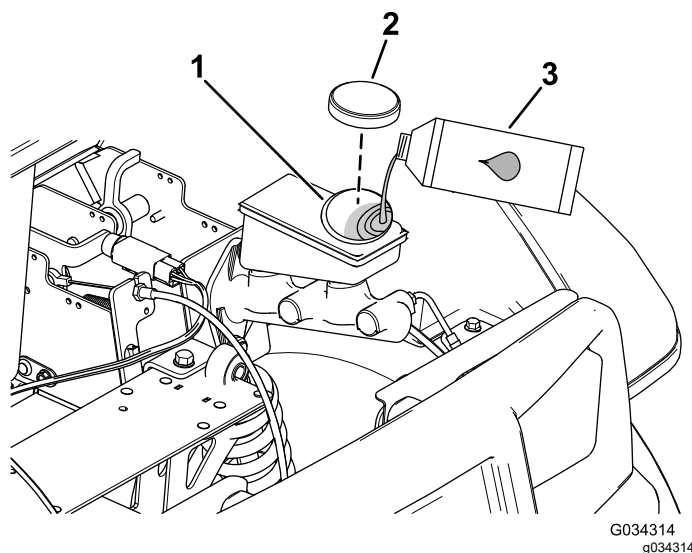

Figura 53
2. Sollevate il cofano per avere accesso al cilindro del freno principale e al serbatoio (Figura 53).
- A. Pulite l'area intorno al tappo del serbatoio e togliete il tappo (Figura 53).
- C. Montate il tappo sul serbatoio (Figura 53).